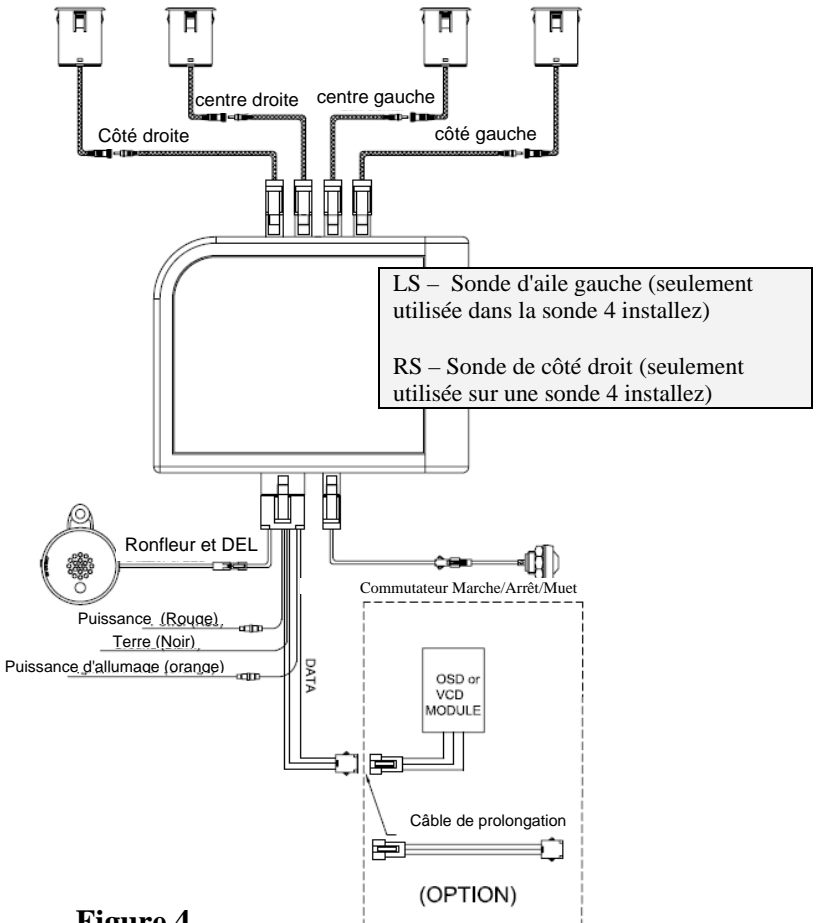

Figure 4
1. Branchez les fils de sonde, le haut parleur et le harnais de puissance dans le module de commande avant de monter. La sonde doit être branchée dans la prise correspondante (voir Figure 4). Le module de commande est pré-équipé de Velcro pour le montage.